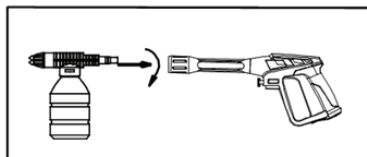

Рис. 8. Крепление устройства для подачи чистящего средства к пистолету
4. Присоедините устройство для подачи моющего средства к пистолету. (См. рис. 8.)